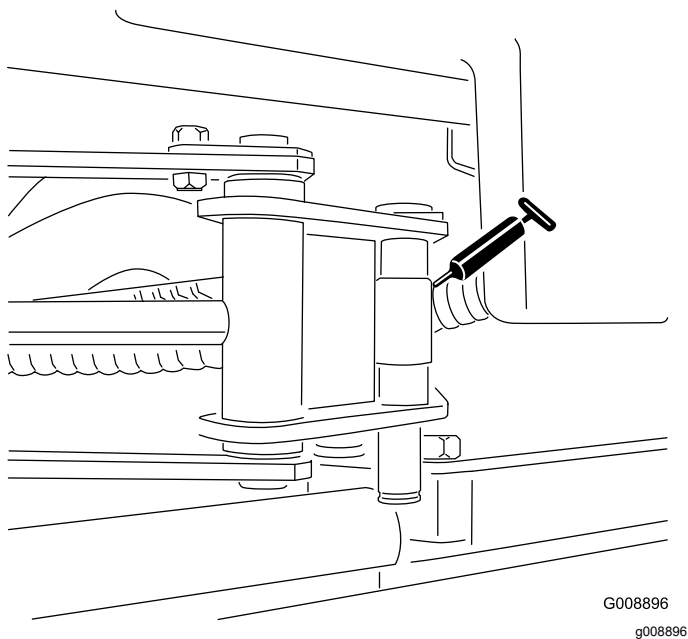

Figura 47
- Extremos de los cilindros del Sidewinder (2; modelo 03171 solamente) (Figura 47)